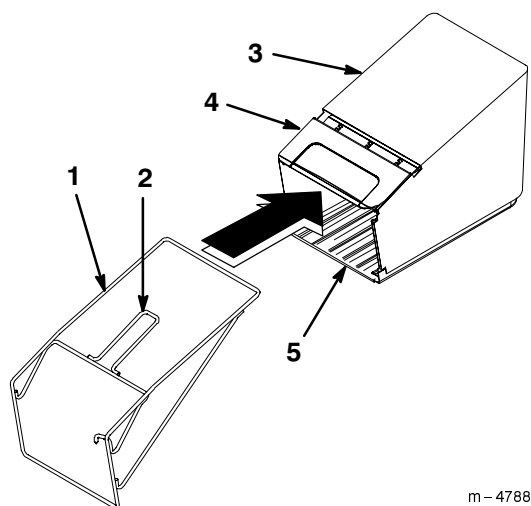

Figure 4
1. Insérer l'armature dans le sac de ramassage comme illustré à la Figure 4.
2. Placer le couvercle du sac sur l'armature comme illustré à la Figure 4.